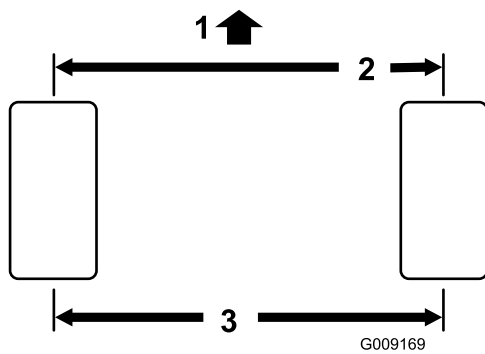

Figura 54
2. Mida la distancia entre centros (a la altura del eje) en la parte delantera y trasera de los neumáticos de dirección (Figura 54). La distancia debe ser de 0 ± 3 mm más en la parte delantera del neumático que en la parte trasera. Gire el neumático 90 grados y vuelva a comprobar la medición.